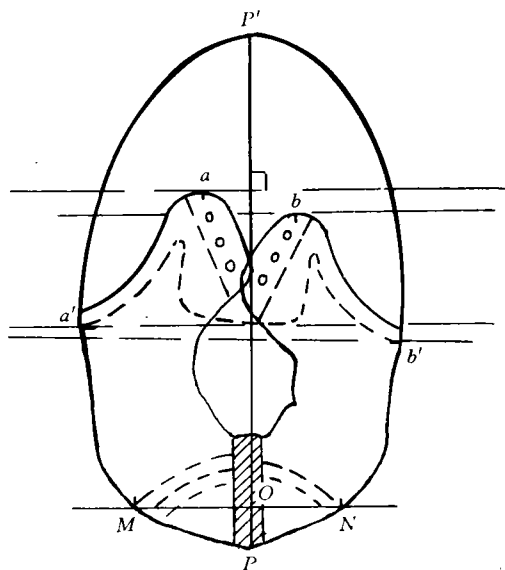

图4 解放鞋鞋帮歪斜情况
(4) 鞋帮褶皱。鞋帮下口边缘凸凹不平呈波状, 一般在鞋帮头部表现较多, 其次是中腰。其原因是拉中底时与缩帮的用力不协调、头部缩帮起点至鞋帮前端点距离(曲线长)过短。其次与机速过快、帮布太硬有关。
(5) 鞋帮歪斜。鞋帮面上相同部位点不处于同一垂直线上, 表现为左高右低或右高左低, 如图4所示。图4中 P' 和 P 分别表示鞋帮前后端点, 阴影部分为后跟衬条。从图4可以看出, 左翼 a 点高于右翼 b 点, 左翼 a' 点高于右翼 b' 点, 后跟 OM 大于 ON , 这些都是鞋帮歪斜的表现。